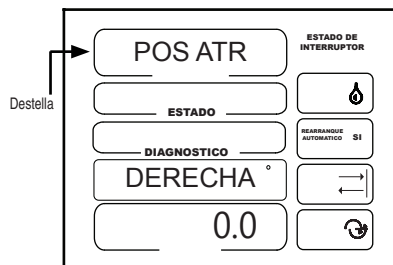

Figura 24-4
1. POS ATR debe estar destellando. Vea la Figura 24-4.